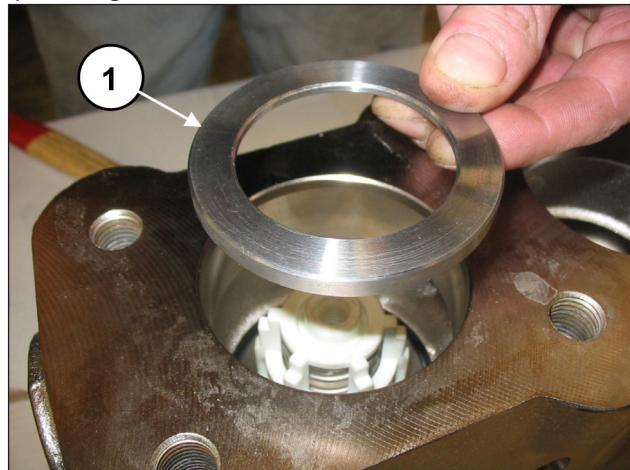
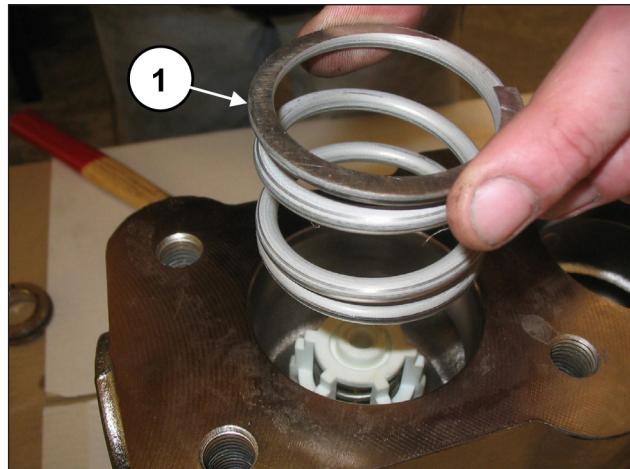

Fig. 102
Fig. 103
Inserire l'anello sede valvola (pos. ①, Fig. 102) e la molla (pos. ②, Fig. 103).